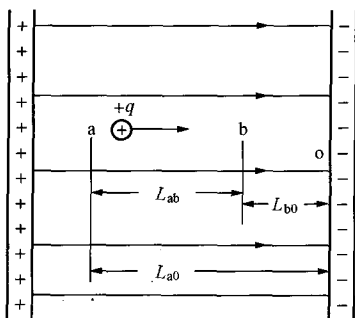

图 1-1 在均匀电场中, 电场力把 $+q$ 从 a 点搬到 b 点电场力做了功
(2) 电功: 电功表示电流所做的功叫电功或者叫电能。又称在均匀电场中, 电场力 f 把电荷 $+q$ 从 a 点搬到 b 点 (见图 1-1), 电场力做功 (为电功), 即
如图 1-1 所示取负极板为参考点, 电位为 0。
从图 1-1 可以看出